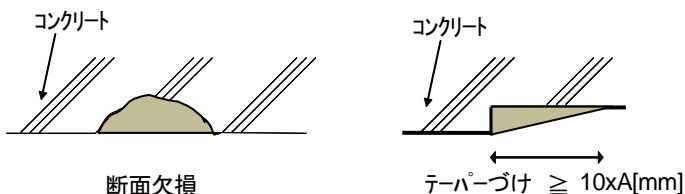

図 3-2：欠損部、段差部の補修方法
- 欠損部が大きい箇所にはポリマーセメントモルタル（例えばデンカ RIS322 エース）等を充填し平滑に補修する。型枠の段差等の補修は段差の 10 倍長以上のテーパーを設けること。（図 3-2）